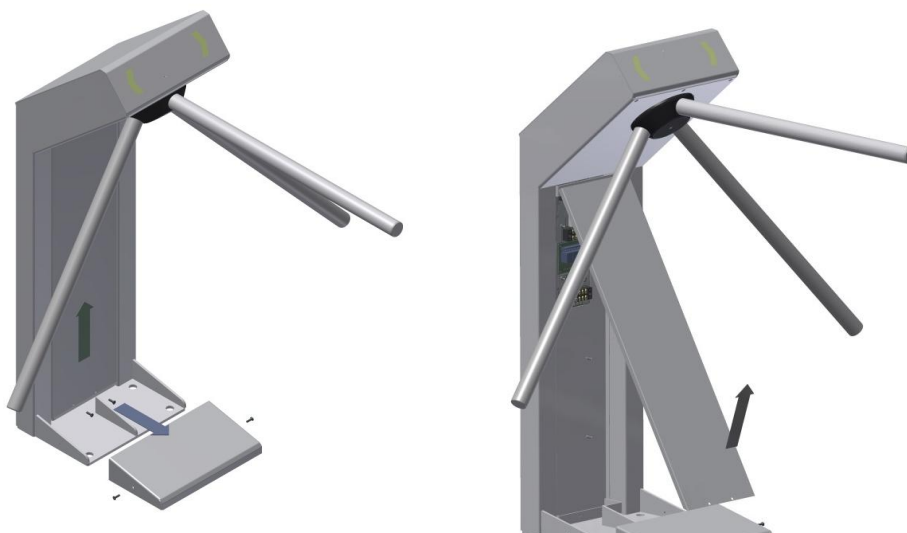

Рисунок 13 – Разборка кожухов турникета
1) Сначала снять нижний, а затем центральный кожухи (рис. 13).
6) После ввода кабелей через крепежные отверстия в основании турникета установить шурупы (рис. 13). Выровнять турникет. Зажать шурупы.